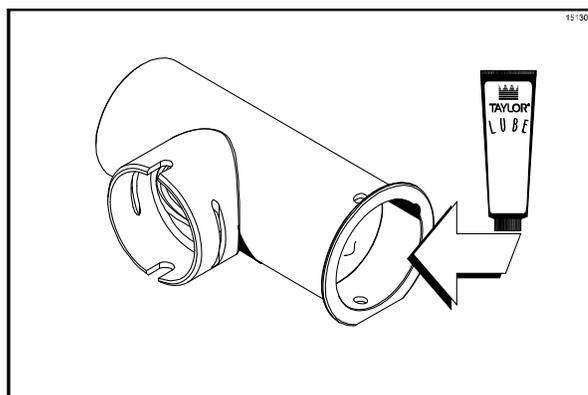

図145
3. ポンプハウジングのリテイニングピンをはめる側の内壁に、ループをごく薄く塗ります(図145を参照)。